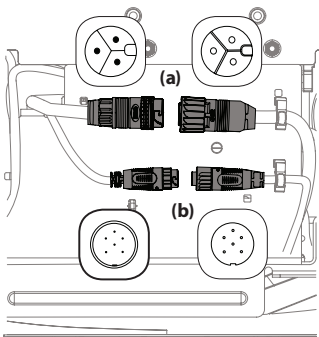
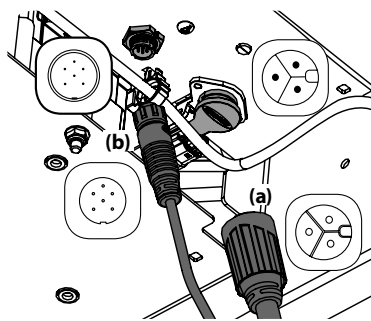

Figure 19
Figure 20
NOTE : Votre appareil peut avoir l'une des deux configurations différentes de connecteur de moteur de plateau de coupe. Si les connecteurs sont placés à l'horizontale, voir la Figure 19. Si les connecteurs sont placés à la verticale, voir la Figure 20.
6. Rebranchez les moteurs du plateau de coupe sous l'appareil. Branchez toujours en premier le plus grand connecteur et ensuite le plus petit. Voir Figure 19.